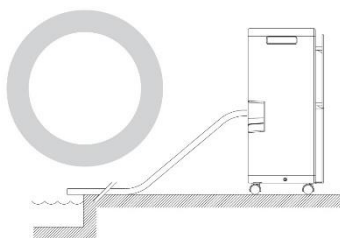

Fig. 2
3.6. **Drenaggio corretto dell'acqua di condensa con collegamento al tubo flessibile!** Assicurarvi che il tubo abbia sempre una leggera pendenza verso il basso (vedi Fig. 2 e Fig. 3).